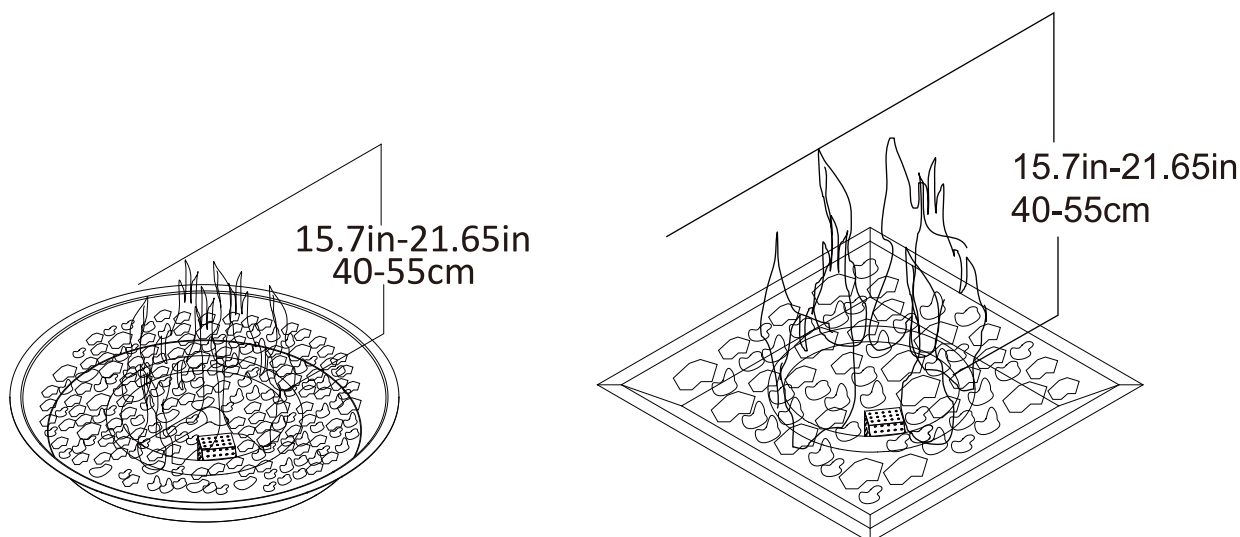

Figura 3
10. După aprindere, observați flacăra arzătorului, asigurați-vă că toate orificiile arzătorului sunt aprinse și că înălțimea flăcării corespunde ilustrației. (Figura 3)